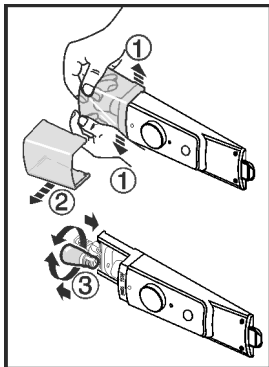

Fig. 11
- ▶ A lámpa fedelét belül, az első részen nyomja szét Fig. 11 (1), és húzza oldalra az ábrán látható módon Fig. 11 (2).
- ▶ Cserélje ki a lámpát. Fig. 11 (3)